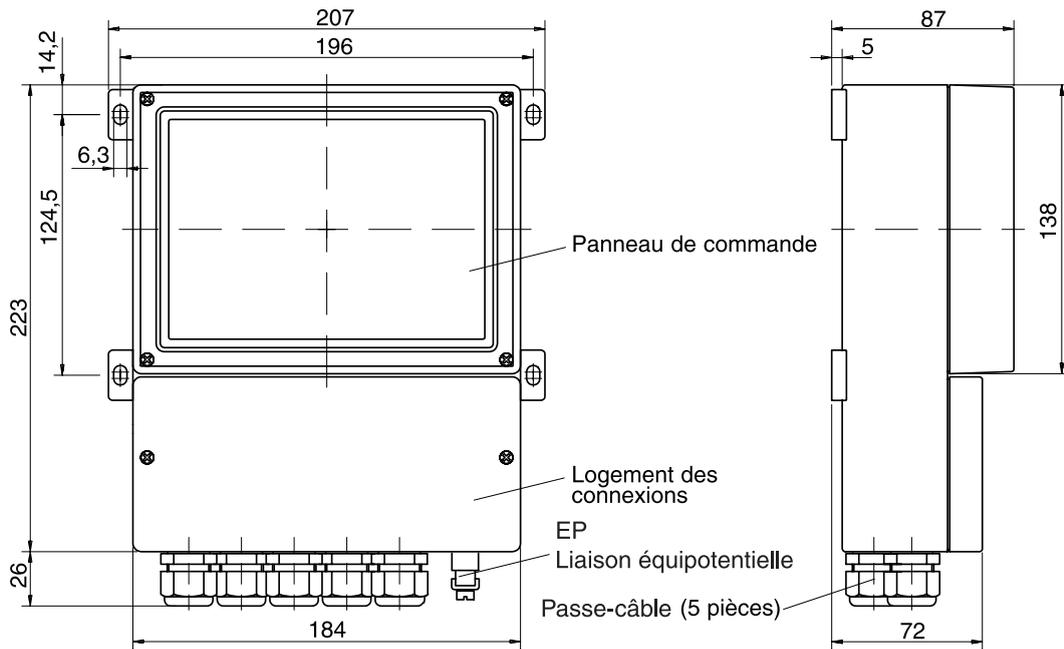

Fig. 1-1 Dessin coté Transmetteur de pH 2220(X)
- Le boîtier résistant aux intempéries autorise un montage mural direct, dessin coté voir Fig. 1-1.